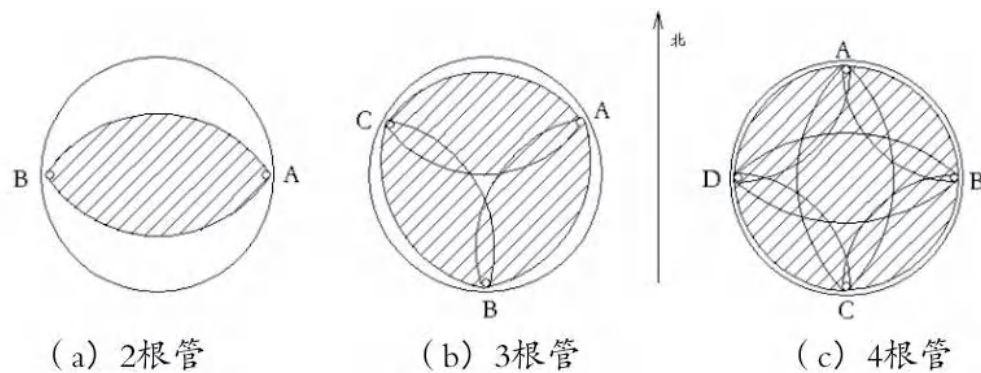

图 10.3.2 声测管布置示意图
10.4.2 声测管应沿钢筋笼内侧呈对称形状布置（图 10.3.2），并依次编号。声测管埋设数量应符合下列规定：